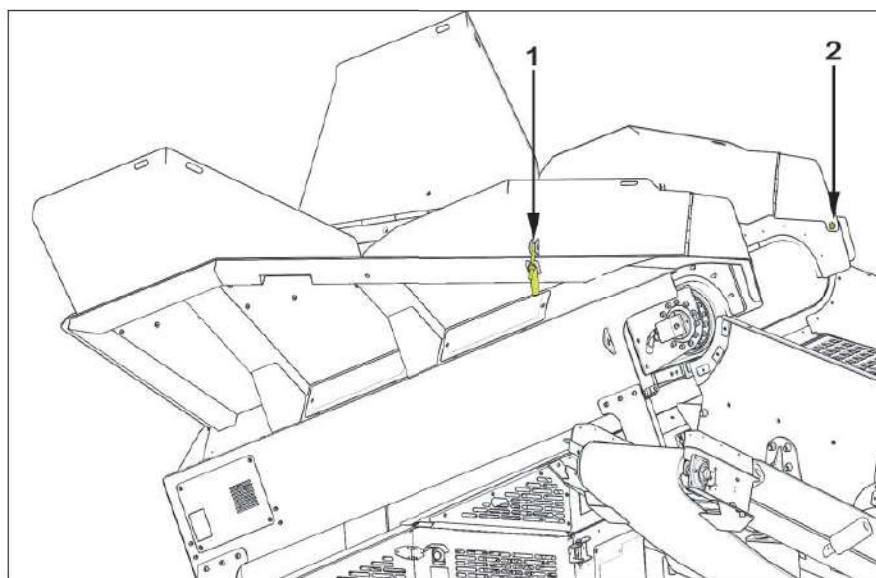

Figure 4.46 - Vleugelplaten hopper
2. Plaats de vlinderbout (1) in de juiste positie en zet hem goed vast. Zet de scharnieruiteinden vast met behulp van het meegeleverde materiaal, zie (2) op afb. 4.46. Zorg ervoor dat deze procedure aan weerszijden uitgevoerd wordt.